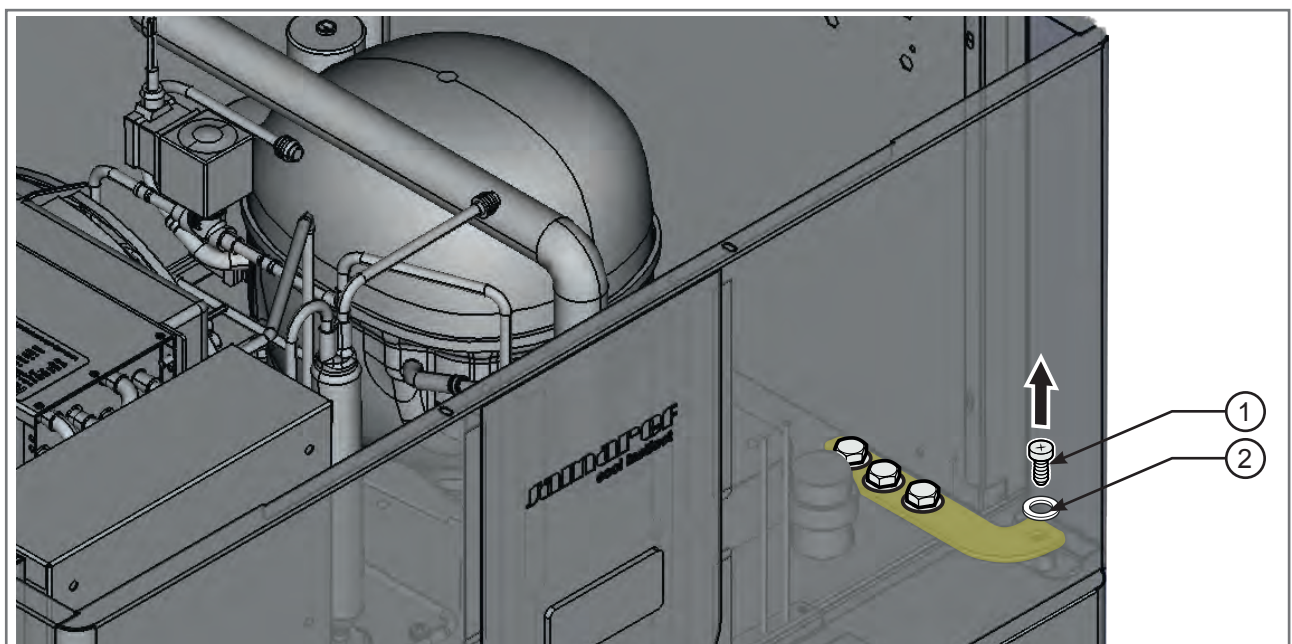

Fig 3.15 - Vis et rondelle
- Dévisser la vis de la charnière supérieure (1 - Fig. 3.15).
- Retirer la rondelle (2 - Fig. 3.15).